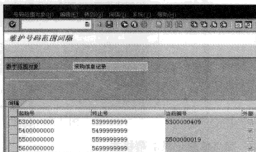

图 7-39 “维护号码范围间隔”界面
STEP 2 单击 按钮，进入“维护号码范围间隔”修改界面，如图 7-39 所示，从中可以定义号码范围间隔。